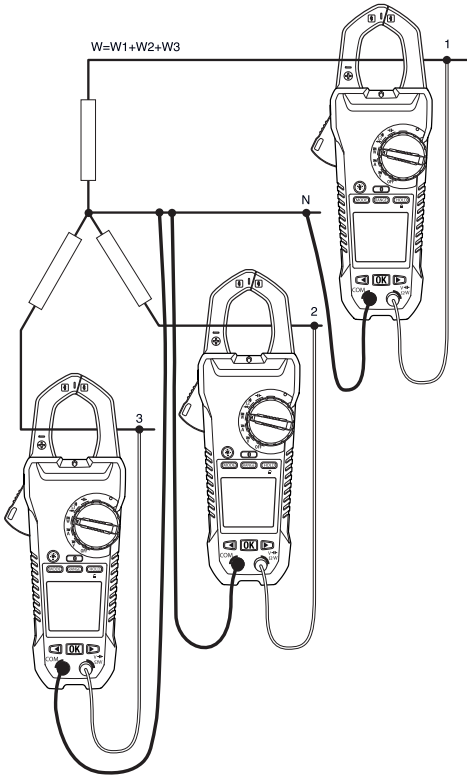

图 5.5 三相四线测量
根据图 5.5 三相四线电路配置的功率分三步测量。总功率为以下三个测量值的总和： $W = W_1 + W_2 + W_3$
3. 根据图 5.5 对有功功率进行三项测量。